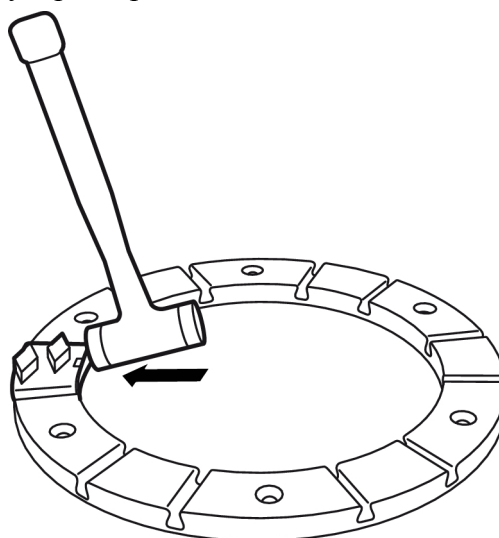

Рисунок 4-3. Фиксация головок
2. Зафиксируйте шлифовальную головку в держателе несколькими легкими ударами резинового молотка, см. Рисунок 4-3, стр. 18.
3. Зафиксируйте шлифовальную головку в держателе несколькими легкими ударами резинового молотка, см. Рисунок 4-3, стр. 18.